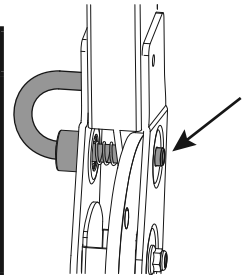

Figura 6
**Nota:** Vea el ejemplodel ROPS colocado correctamente en la Figura 6.